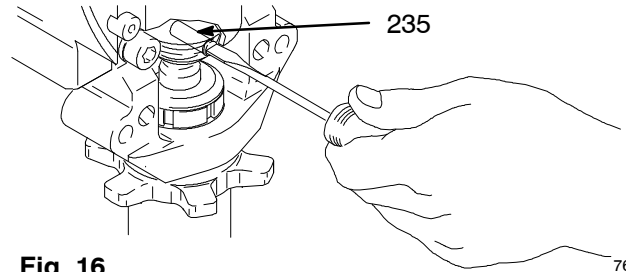

Fig. 16
5. Fig. 16. Brug en skruetrækker til at skubbe holde fjederen op og derefter stiftens (235) ud.
2. Fig. 16. Skub stiftens (235) ind i hullet. Tryk holde fjederen ind i rillen omkring plejlstangen.